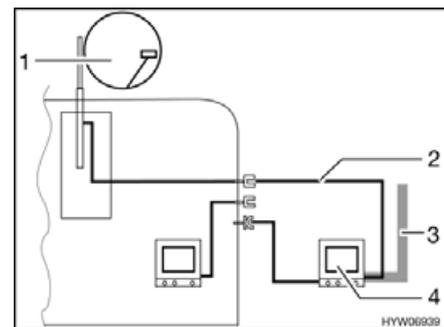

Bild 197 TV im Vorzelt
- TV im Vorzelt (Bild 197,4): Anschluss an Dachantenne (Bild 197,1) mit Verbindungskabel (Bild 197,2)
- TV im Vorzelt (Bild 197,4): Anschluss an externe Antenne (Bild 197,3)